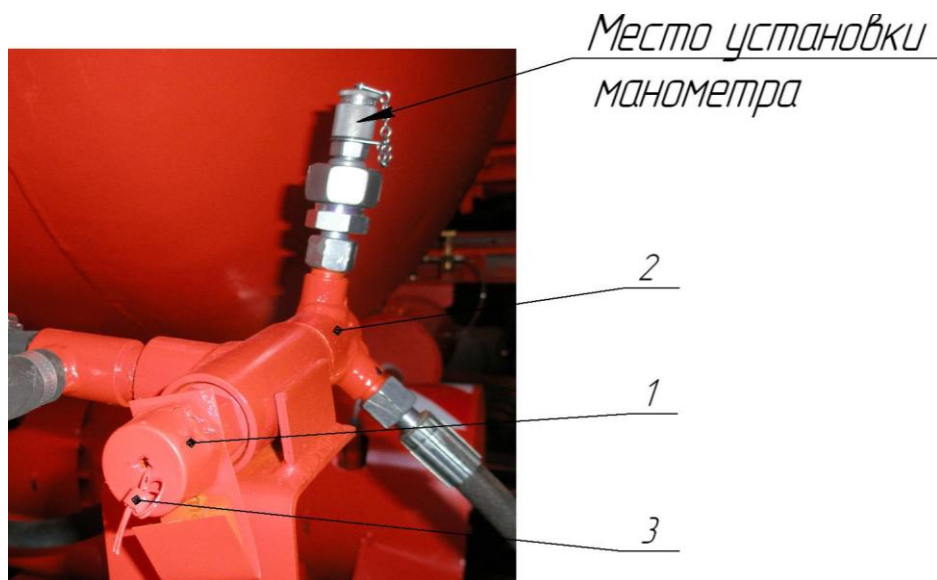

Рисунок 13. Установка манометра при настройке предохранительного клапана гидросистемы.
ж) проверить срабатывание предохранительного клапана (рисунок 13);
- отвернуть колпачок (рисунок 13) и установить на его место манометр;
- снять защитный колпачок с предохранительного клапана (1);